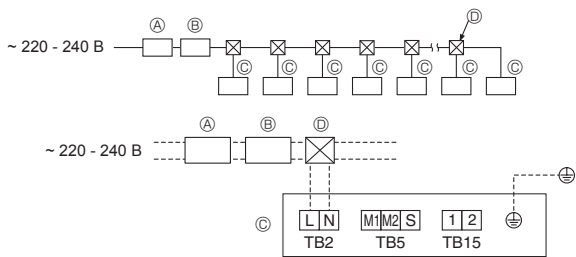

Fig. 5-8
5.3. Проводка питания (Fig. 5-8)